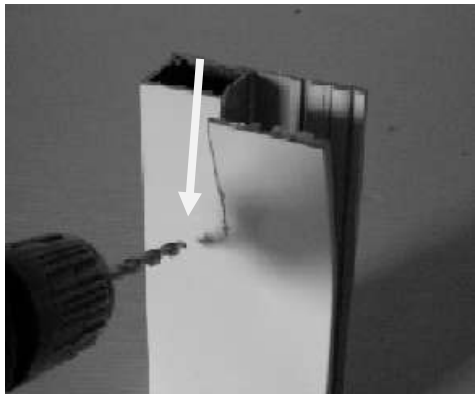

Figure 6
- b) Percer les coulisses DANS LA CHAMBRE tous les 50 cm et les fixer de face, sur le mur intérieur à fleur de tableau (fig. 6 & 7), de part et d'autre, en veillant à ce que leur positionnement ménage un jeu latéral de 10 mm pour les lames du tablier.